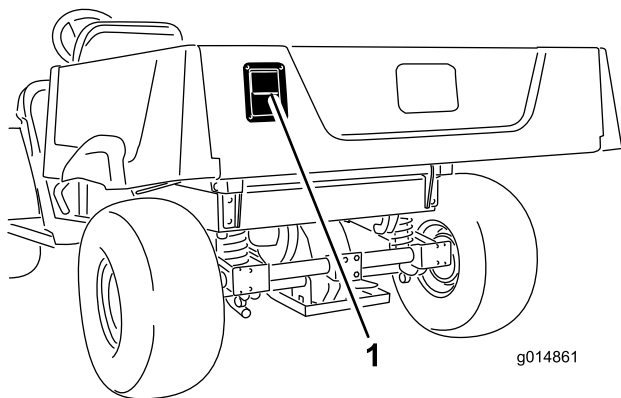

Figura 14
- Para abrir a porta traseira, puxe e eleve o fecho e, em seguida, lentamente baixe a porta traseira (Figura 14).